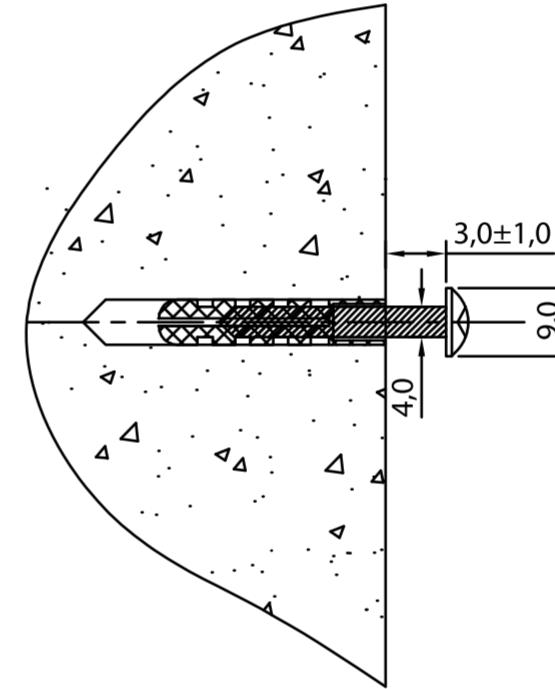

Рис. 2
- Разметьте места отверстий под анкерные болты, просверлите отверстия Ø6 мм согласно разметке (рис. 2.).
- Установите два анкерных болта, закрутите болты в соответствии с разметкой рис. 2.